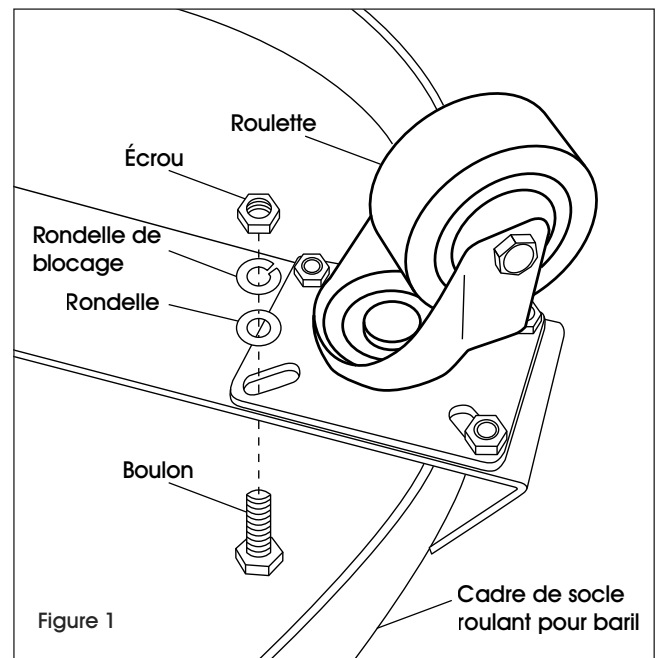

Figure 1
2. Align caster with bolt holes. Insert bolt, washer, lock washer and attach with nut. (See Figure 1)
2. Alignez une roulette avec les trous de boulon. Insérez un boulon, une rondelle et une rondelle de blocage, puis fixez à l'aide d'un écrou. (Voir Figure 1)